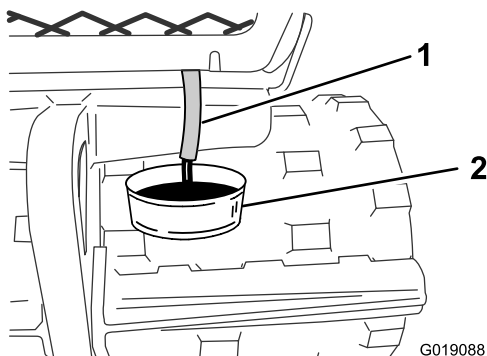

**Figura 55**
- Limpie el extremo del tubo de vaciado, tire del tubo hasta el compartimiento del motor, y colóquelo en la posición de almacenamiento (Figura 55).